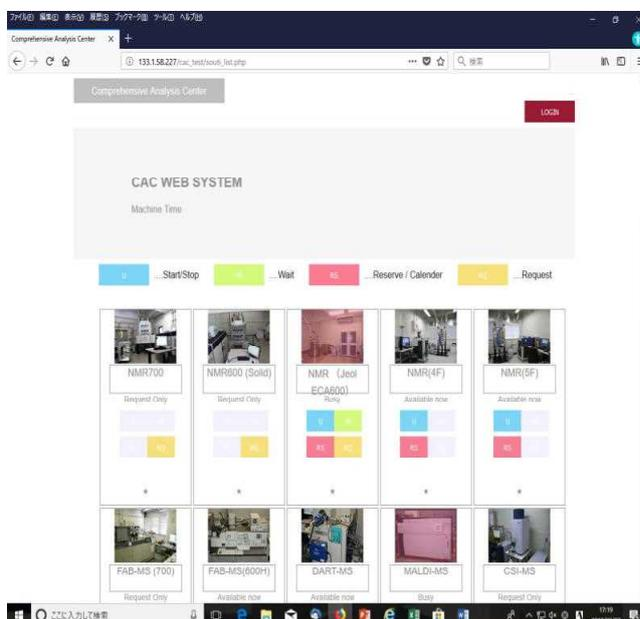

図4
- ③ 分析手法を選択する画面（図4）から、適宜選択します。
①ログイン後、使用装置のSTART/STOPの「U」をクリック。(P23、図4)。
- ① ログイン後、使用装置のRequestの「RQ」をクリック。(P23、図4)。